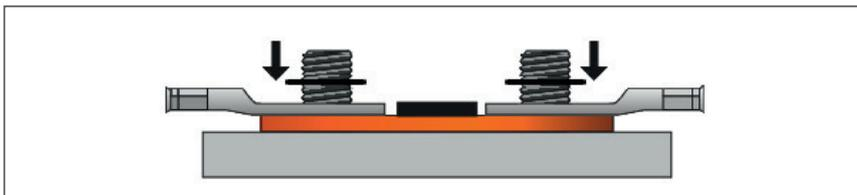
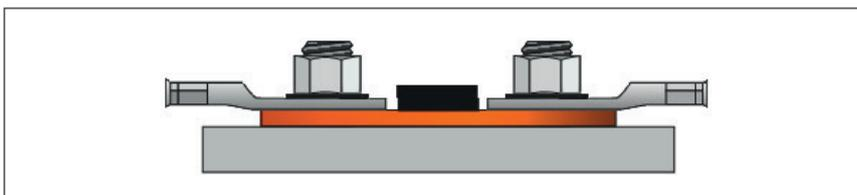

Abb. 5-37: HV BM 1.2+S, Abschirmung HV-, Ringkabelschuhe und Unterlegscheiben auf Gewindebolzen aufsetzen
Abb. 5-38: HV BM 1.2+S, Abschirmung HV-, Ringkabelschuhe mit M8-Muttern befestigen
i	Die Ringkabelschuhe für den Anschluss der Abschirmung HV- an den Shunt für die Schirmstrommessung werden unabhängig vom Leitungsquerschnitt wie in Abb. 5-37 und Abb. 5-38 dargestellt montiert. Für die Montage der Abschirmung am Shunt für die Schirmstrommessung werden grundsätzlich M8-Muttern (DIN 934) und Unterlegscheiben mit einer Materialstärke von 1 mm verwendet.
- ☞ Die Ringkabelschuhe wie in Abb. 5-37 dargestellt auf die Gewindebolzen aufsetzen.